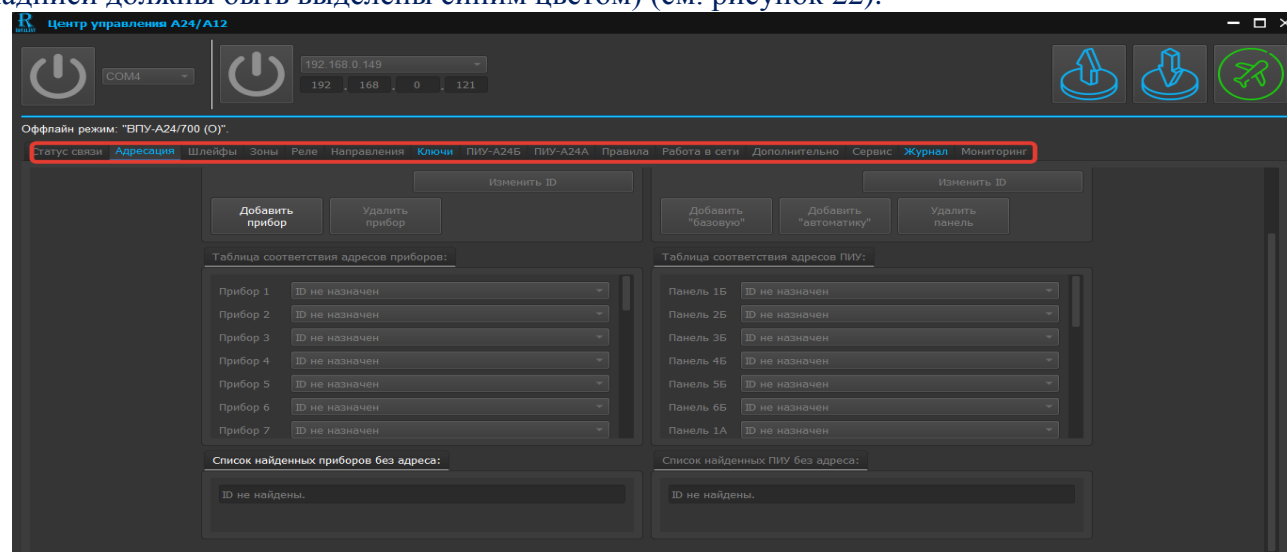

Рис.22. Скриншот программного окна «Центр управления А24/А12» с доступными программными страницами в режиме «off-line» для ВПУ-А24/700(О)
7) При выборе режима программирования для ВПУ-А24/700(О) в программном окне станут доступными для редактирования следующие страницы: «Адресация», «Ключи», «Журнал» (надписи должны быть выделены синим цветом) (см. рисунок 22).